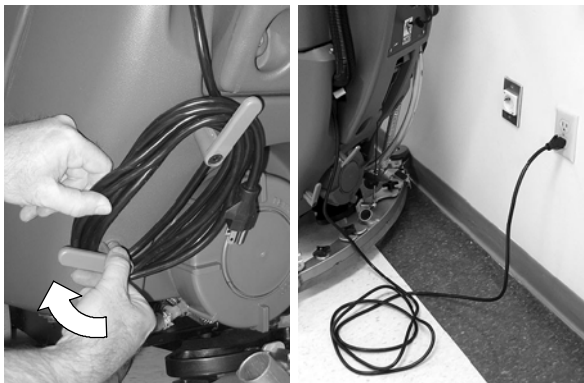

FIG. 37
- 4. Branchez le cordon du chargeur sur une prise électrique correctement mise à la terre (Figure 37).